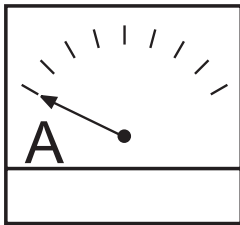

Figure 31. Ampèremètre (sans charge)
6. L'ampèremètre (Figure 31) indique **zéro ampères** lorsque aucune charge n'est appliquée. Lorsqu'une charge est appliquée, l'ampèremètre indique la quantité de courant que la charge tire de la génératrice.